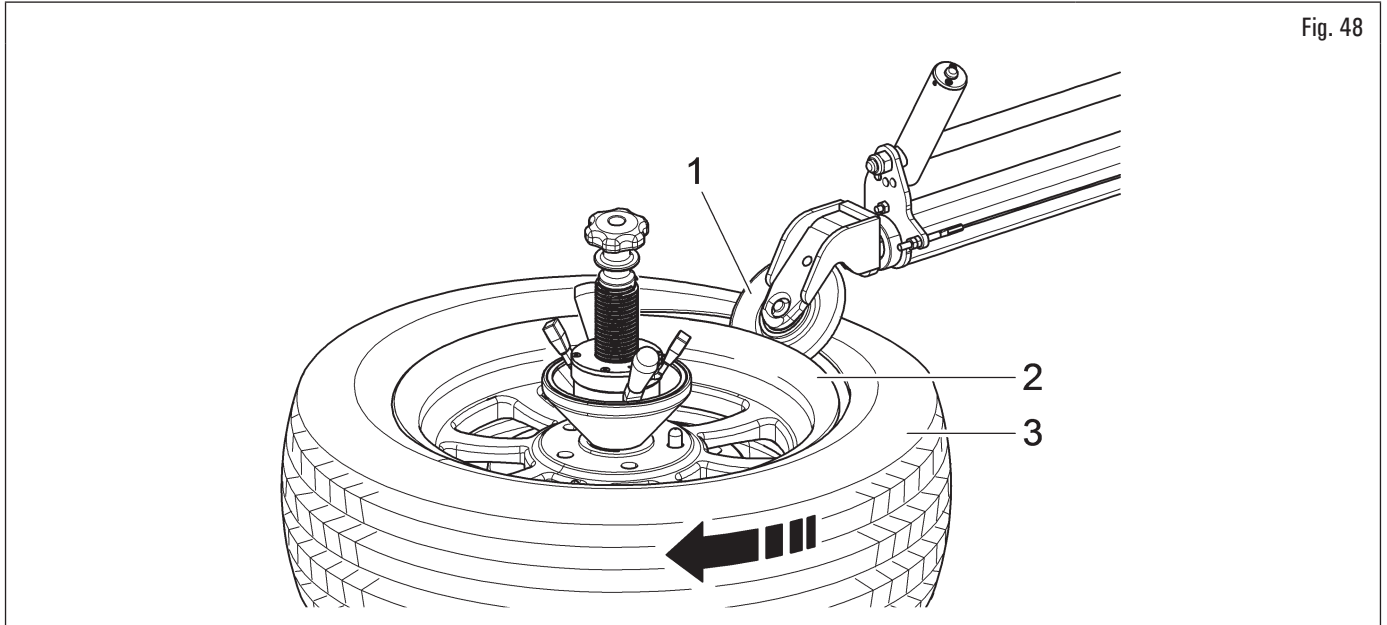

Fig. 48
6. lorsque la soupape est environ à « 3 heures », appuyez sur le rouleau décolle-pneus supérieur vers le bas jusqu'à ce qu'un espace suffisant soit créé pour activer la came. Insérer ensuite le rouleau (Fig. 48 réf. 1) entre la jante (Fig. 48 réf. 2) et le pneu (Fig. 48 réf. 3) ;